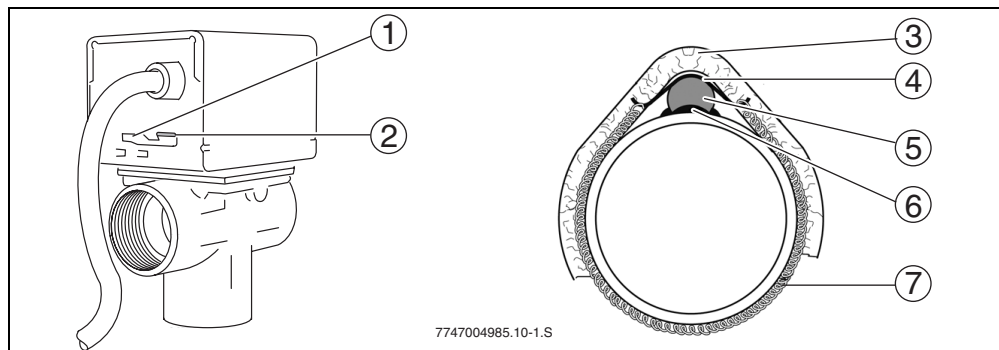

Bild 7 3-Wege-Ventil (links) und montierter Temperaturfühler (rechts)
Verwenden Sie die Stellung „MAN“ (manuell, → Bild 7, Pos. 2), um die Anlage zu füllen, entlüften, entleeren oder als Sicherheitsstellung bei Spannungsausfall. In der Stellung „MAN“ befindet sich der Ventilstößel in Mittelstellung. Dadurch wird eine gleichmäßige Strömung des Mediums zu beiden Auslassanschlüssen hergestellt.
- Für den Normalbetrieb: Stellhebel auf „AUTO“ stellen (→ Bild 7, Pos. 1).
- Temperaturfühler T2 (→ Bild 7, Pos. 5) mit Wärmeleitpaste (→ Bild 7, Pos. 6) versehen.
- Temperaturfühler T2 mit Halteblech (→ Bild 7, Pos. 4) und Spannfeder (→ Bild 7, Pos. 7) ca. 20 cm vor dem 3-Wege-Ventil an das Rücklaufrohr montieren.
- Temperaturfühler T2 mit mindestens 20 cm langer Dämmung versehen (→ Bild 7, Pos. 3).